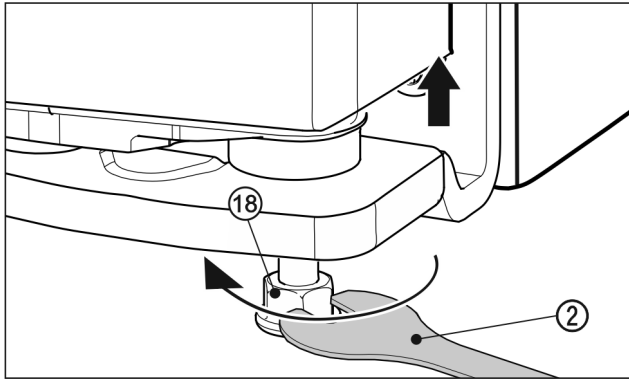

Fig. 26
- ▶ Nosta ovea kiertämällä säätöjalkaa Fig. 26 (18) toimitukseen sisältyvällä kiintoavaimella Fig. 26 (2) myötäpäivään, kunnes jalka koskettaa lattiaa. Jatka kiertämistä tämän jälkeen, kunnes oven korkeus on säädetty. Toimitustilassa laakeritappi on kierretty kokonaan sisään.